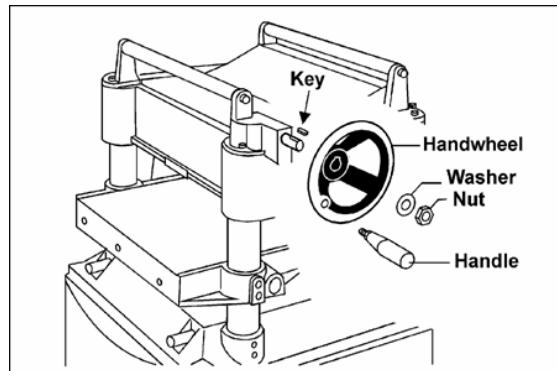

Рис. 8
- Снимите гайку и шайбу с оси редуктора и поместите маховик на ось (Рис. 8), убедившись, что она ориентирована так, чтобы паз в маховике располагался над шпонкой.